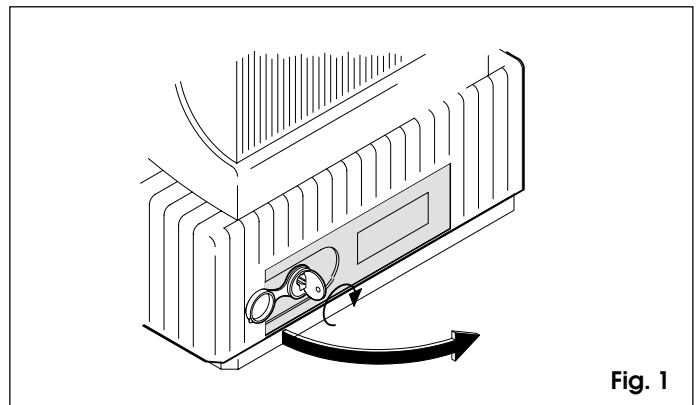

Fig. 1
Importante: conectar el cable de tierra del equipo en la posición indicada en la fig. 1 - ref. 12.
- Quitar el tapón de protección e insertar la llave en la cerradura (fig. 1).
- Girar la llave hacia la derecha y abrir la portezuela del sistema de desbloqueo (fig. 1).
Fusibles de protección	Nº 2 (véase fig. 1)